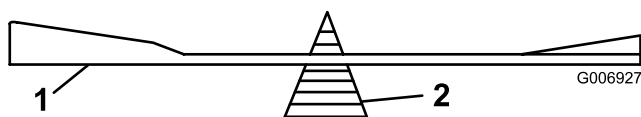

Bild 39
2. Überprüfen Sie die Auswuchtung jedes Messers auf einer Ausgleichsmaschine (Bild 39). Wenn das Schnittmesser in der horizontalen Position bleibt, ist es ausgewuchtet und kann verwendet werden. Feilen Sie, wenn das Schnittmesser nicht ausgewuchtet ist, an der Rückseite des Messers etwas Metall ab. Wiederholen Sie diesen Vorgang, bis das Messer ausgewuchtet ist.